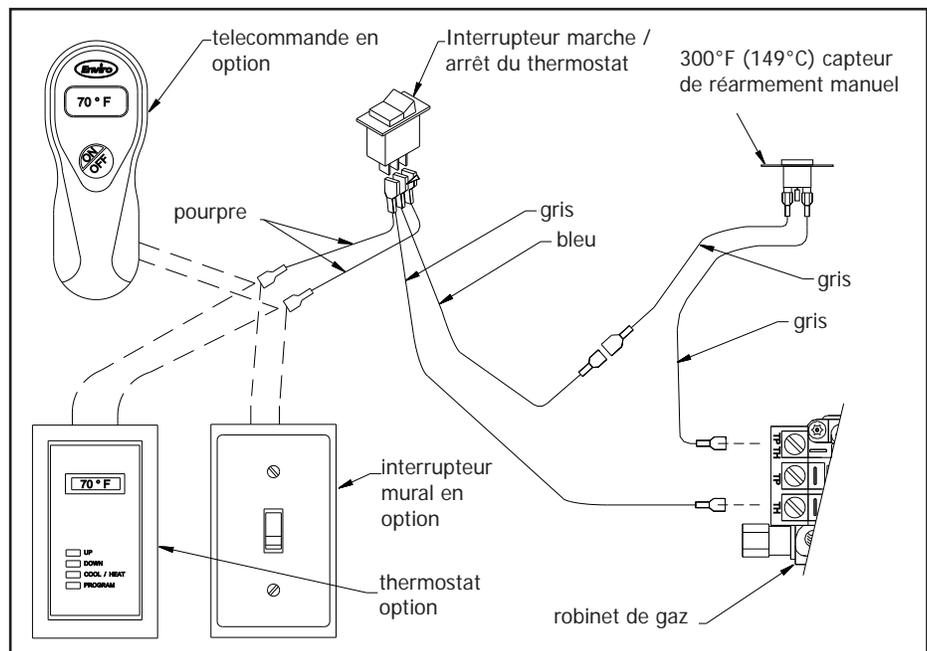

Figure 44: Schéma de câblage pour la connexion électrique.
3. Faites attention à ne pas faire passer de câbles trop serrés sur les bords métalliques ; connectez-les à la vanne et à l'interrupteur "ON/OFF" (reportez-vous à la Figure 44).
Les raccordements du foyer sont étiquetés à la Figure 44. Lors de l'installation de l'adaptateur de hotte sur un foyer équipé d'un interrupteur mural en option ou d'un thermostat en option, retirez un fil de l'interrupteur à la soupape de gaz et connectez le faisceau de l'adaptateur de hotte comme illustré à la Figure 44.
2. Débranchez les fils de l'interrupteur de déversement de la vanne et le fil de l'interrupteur à bascule marche/arrêt/à distance (voir Figure 44).